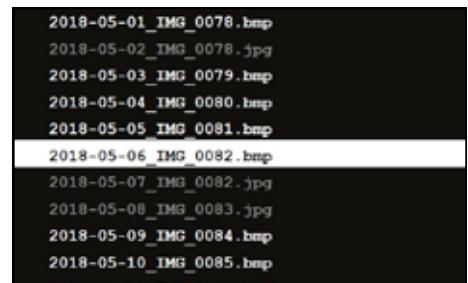

图21
- ⇒ 在分屏主菜单 (图20) 或分屏子菜单 (图21) 中选择USB闪存盘。
⇒在分屏子菜单选择屏幕截图项（图21）。